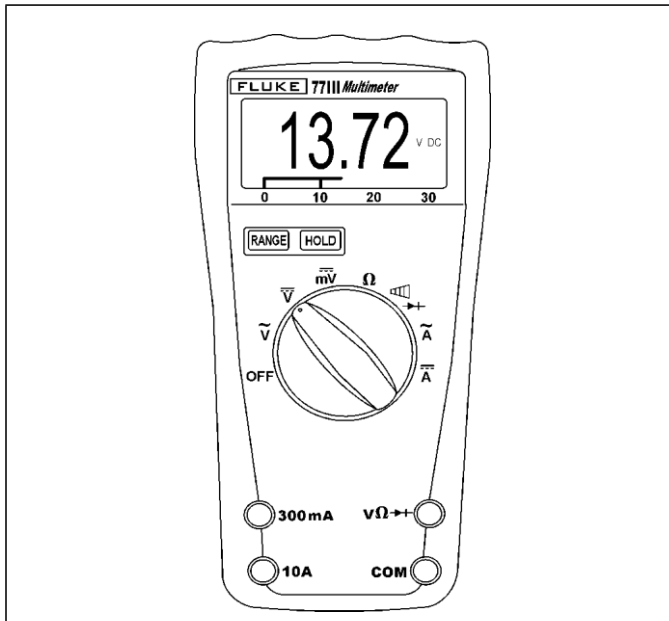

Figura 15-16
1. Seleccione el símbolo **VAC** o **VDC** (**V ~** o **V-**) girando el interruptor giratorio del medidor. Ver Figura 15-16.